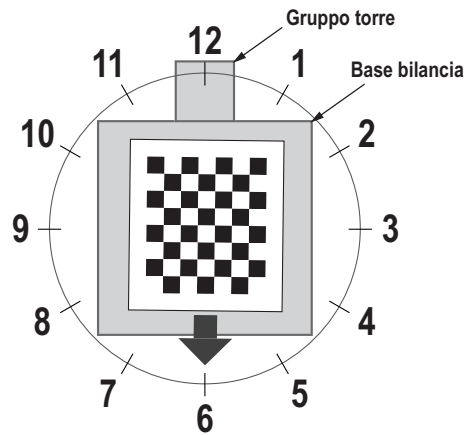

Figura 5-8. Rotazione a ore 6
9. Allineare l'oggetto di calibrazione in modo che i crocini siano centrati. Ruotare l'oggetto di calibrazione in posizione ore 6 con il gruppo torre in posizione ore 12 (Figura 5-8).